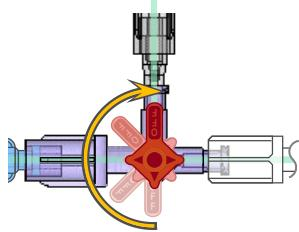

Figura 8 - Bypass del sistema (risparmio disattivato)
- a. Per bypassare il sistema DyeVert Power XT (ossia senza deviazione), orientare il rubinetto del sistema DyeVert Power XT su OFF al rubinetto per la selezione delle valvole (vedere Figura 8). Il sistema Power XT va bypassato nei seguenti casi: irrigazione con soluzione fisiologica dei cateteri o erogazione del farmaco.